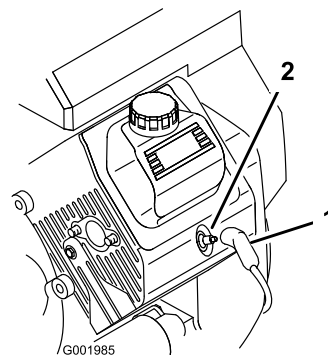

Figura 52
3. Puxe os cabos das velas (Figura 52).
3. Coloque os cabos nas velas de ignição (Figura 52).